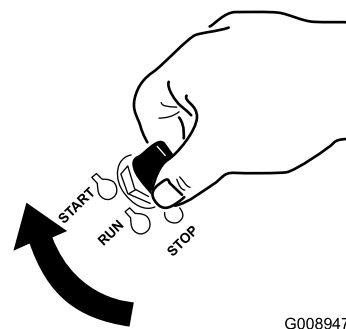

Figure 14
1. Tournez la clé de contact à la position de démarrage (Start) (Figure 14). Relâchez la clé quand le moteur démarre.